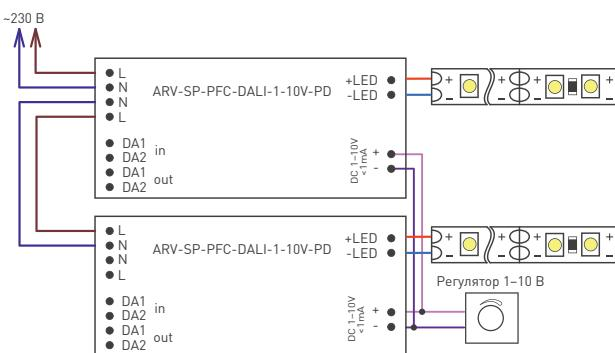

Рис. 3. Структурная схема соединения оборудования при использовании управления 0–10 В
- 3.8. Если используется управление 0–10 В, то схема подключения показана на рис. 3. При использовании функции 0–10 В общая длина кабеля, подключенного ко входу управления источника питания, не должна превышать 20 м. Для данного подключения кабель управления должен находиться в удалении от силовых кабелей. Из-за особенностей аналогового управления момент включения и минимальный уровень яркости светильника может визуально отличаться для каждого примененного в системе освещения блока.